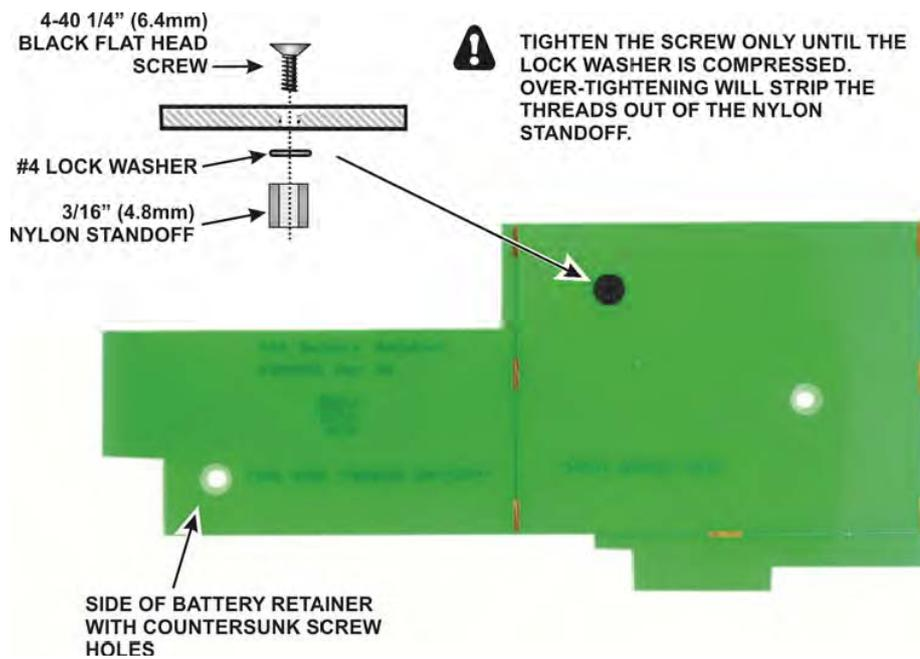
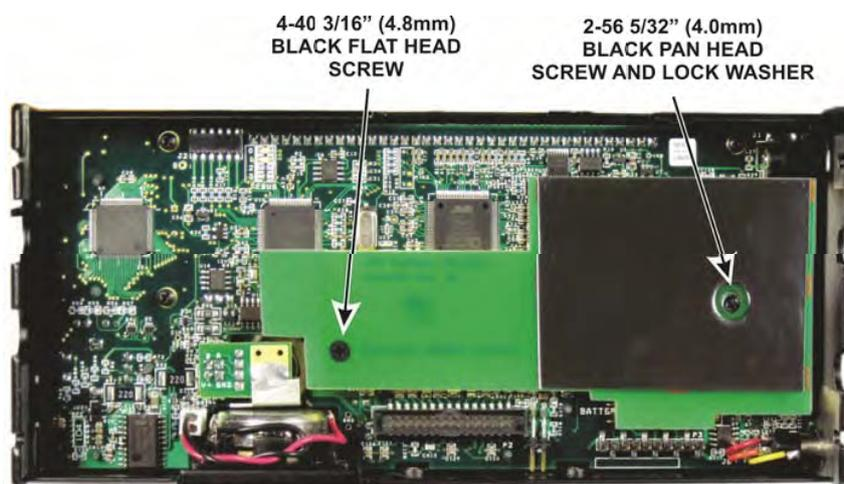

Figure 25. Mounting Nylon Standoff on the Battery Retainer.
Figure 27. Installing the Battery Retainer.
□ 図25に示されるようなバッテリー従者上で離れているナイロンをマウントしてください。必ず従者の博識の側に頭と正確な位置にそれを置いてください。ねじのための穴は同様にその側のcountersunkです。
□ バッテリー従者を図27に示されるようなCPボード上の2つの孤立にマウントしてください。従者に以前に(図25)単にインストールしたナイロンスペンサーがCPボードにもたれかかることに注意してください。